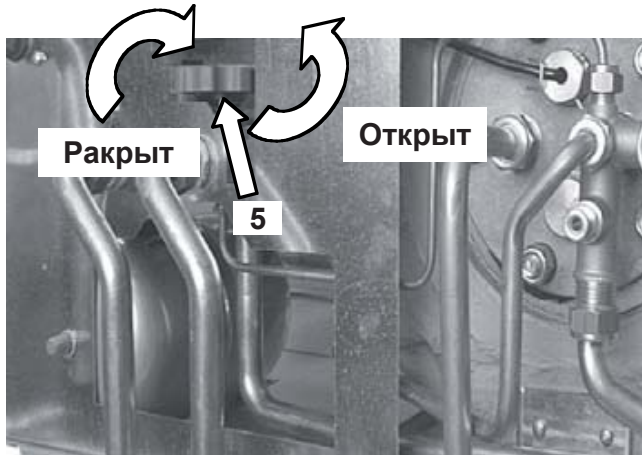

рисунок 3.1
- Откройте кран заполнения системы отопления 5 (рисунок 3.1) и закройте, когда давление достигнет значения, указанного на рисунке 2.1.